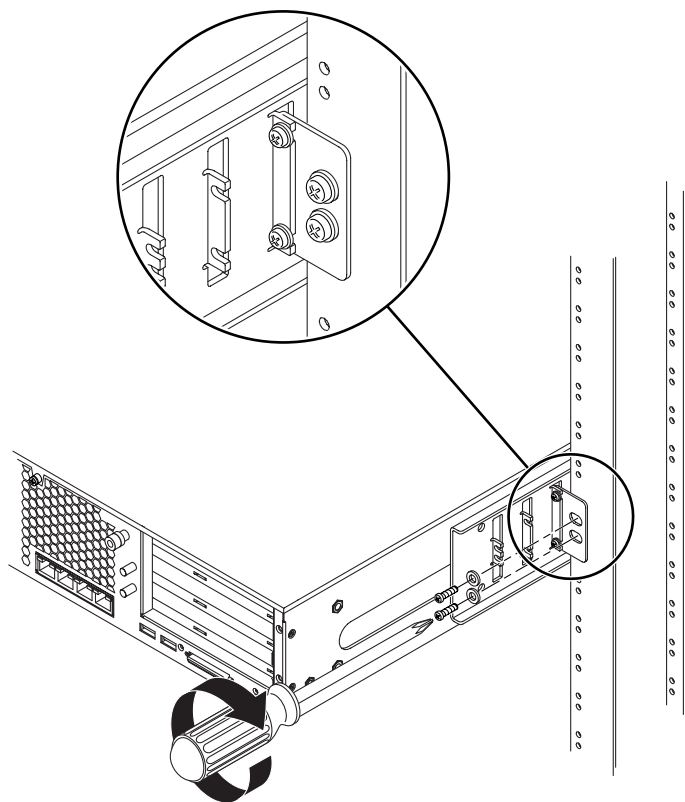

図 3-35 ラックへの背面プレートの固定
- d. 2本のねじを使用して、背面プレートのもう一方の端をポストの背面に固定します (図 3-35 を参照)。